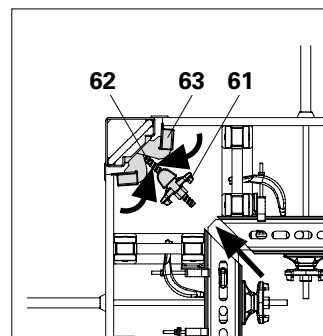

Fig. C3.03
2. Svitare i dadi ad alette (61) sul SSE, spingere in avanti il tirante (62) (martello) e far ruotare le ganasce di serraggio (63) verso l'interno. (Fig. C3.03)